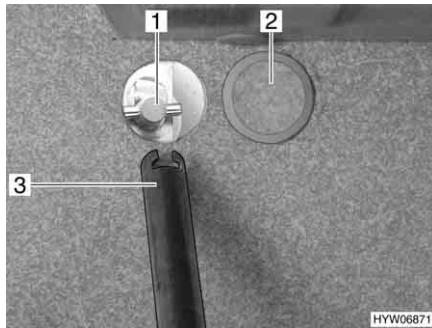

Fig. 270 Apertura del verricello
L'apertura per il pilotaggio del verricello è coperta da un coperchio di plastica (Fig. 270,2).
- Aprire delicatamente il coperchio di plastica (Fig. 270,2) con un attrezzo adatto (p. es. un cacciavite).
- Collegare la chiave (Fig. 270,3) sulla sede (Fig. 270,1) del supporto per la ruota di scorta.